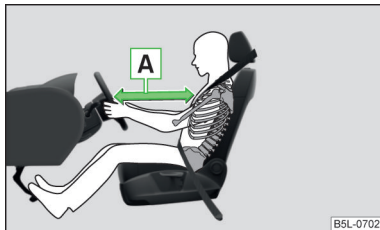

Fig. 8
- Det er vigtigt, at føreren og forsædepassageren holder en afstand på mindst 25 cm til henholdsvis rattet og instrumentpanelet » Fig. 8 – A. Hvis du ikke overholder denne afstand, kan airbagsystemet ikke beskytte dig – livsfare! Desuden skal forsæderne altid være indstillet korrekt, så de passer til kroppens størrelse.